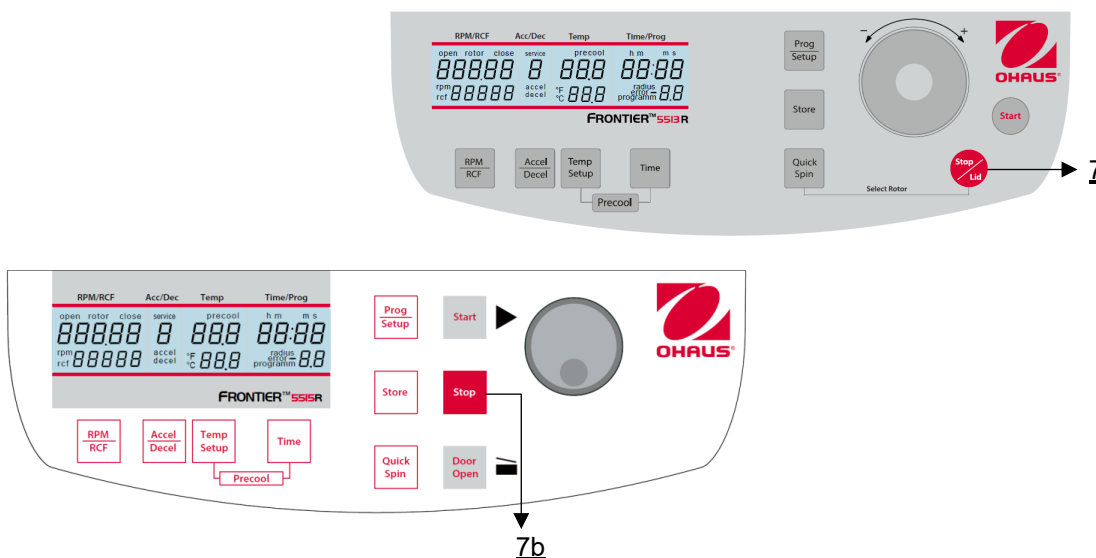

Figura 23
Mediante la tecla **"Stop"** (7b) o **"Stop/Tapa"** (7) (véase la figura 23) puede interrumpir la marcha en cualquier momento. Tras pulsar la tecla, la centrifuga desacelera con la intensidad preseleccionada respectiva hasta detenerse.